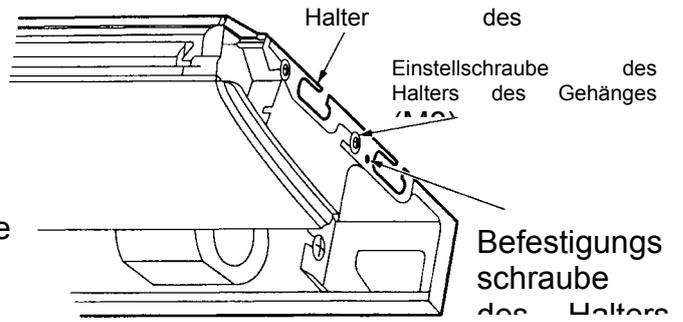

Abb. 26
- Lösen Sie zwei Einstellschrauben des Halters des Gehänges (M8) auf beiden Seiten um weniger als 10 mm. Nehmen Sie zwei Befestigungsschrauben des Halters des Gehänges (M6) auf der Rückseite heraus. Trennen Sie den Halter des Gehänges durch das Ziehen nach hinten (siehe Abb. 26).
6. Schrauben Sie beide Einstellschrauben (M8) auf dem Halter des Gehänges fest (siehe Abb. 26).
7. Schrauben Sie beide Befestigungsschrauben (M6) auf dem Halter des Gehänges fest, damit sich das gerät nicht verschieben kann (siehe Abb. 26).